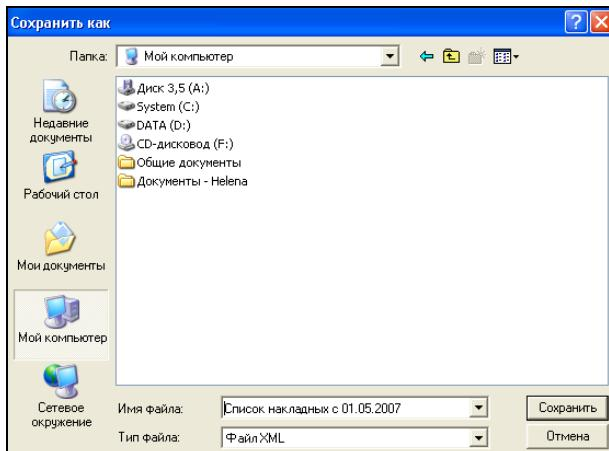

Рис. 118
- ✓ Указать в окне (Рис. 118) *Обзор* папку, где следует сохранить файл, и в поле *Имя файла* имя файла, с которым следует сохранить файл в формате XML;